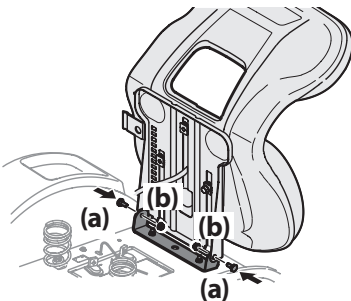

Figure 6
- Fixez un côté du siège au support avec les boulons à épaulement (a) et les écrous autobloquants (b) retirés à l'étape 3. Retenez le siège pendant que vous enlevez le tournevis Phillips et que vous fixez l'autre côté. Prenez garde de ne pas coincer ou endommager le faisceau de fils pendant que vous installez le siège. Voir Figure 6. Serrez le boulon à un couple de 84 à 103 po-lb (10 à 12 N-m).